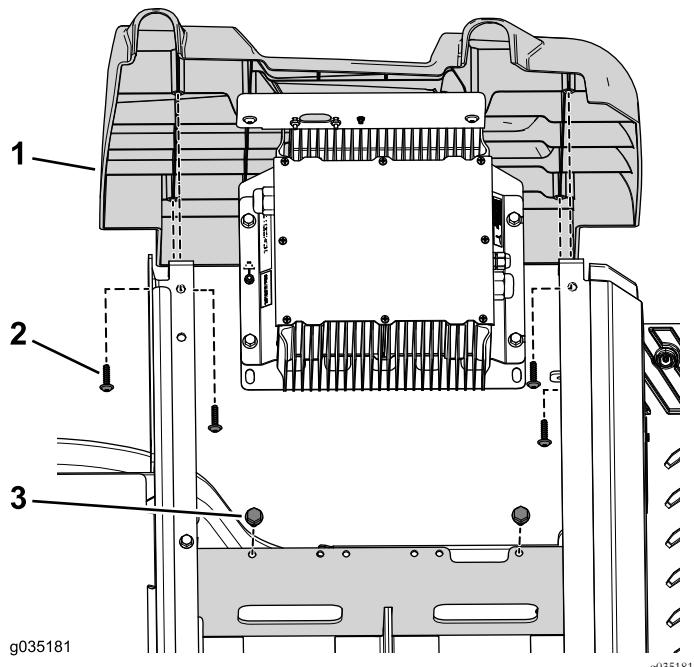

図 88
9. チャージャブラケットをバッテリートレイに固定するボルト $3/8 \times 3/4$ インチ2本を使う図88。